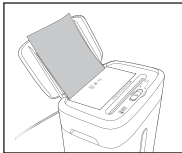

Abb. 3
- ▶ Legen Sie das Papier im Hochformat auf die Papierablage des automatischen Einzugs **2**, sodass der Sensor **5** das Papier erkennt (siehe Abb. 3). Das Gerät startet automatisch und schaltet sich automatisch wieder ab, wenn kein weiteres Papier zugeführt wird.